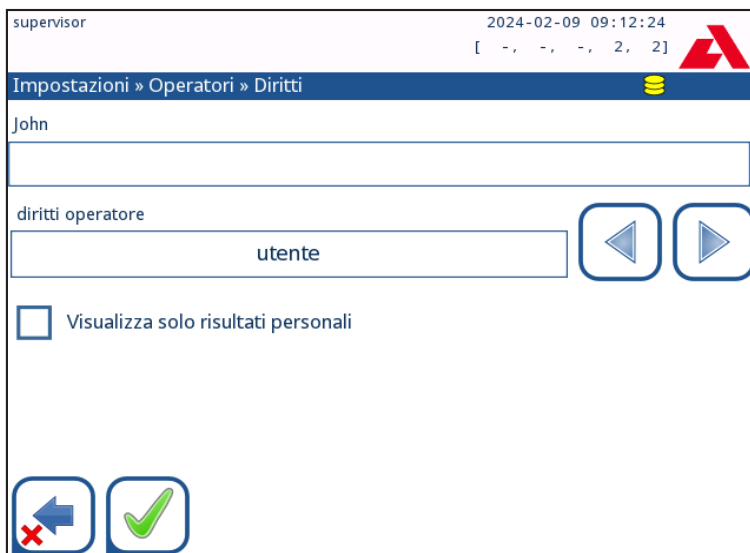

Figura 49: Il menu di gestione degli account operatore
1. Selezionare un account operatore nell'elenco e accedere al menu "Impostazioni » Operatori » Diritti" (Settings»Operators»Rights) (☞ Figura 49).
Oltre ai diritti utente ad essi associati, gli account operatore possono essere ulteriormente personalizzati dagli utenti con account operatore di livello amministratore e supervisore nel menu "Impostazioni » Operatori » Diritti" (Settings»Operators»Rights) (☞ Figura 49).